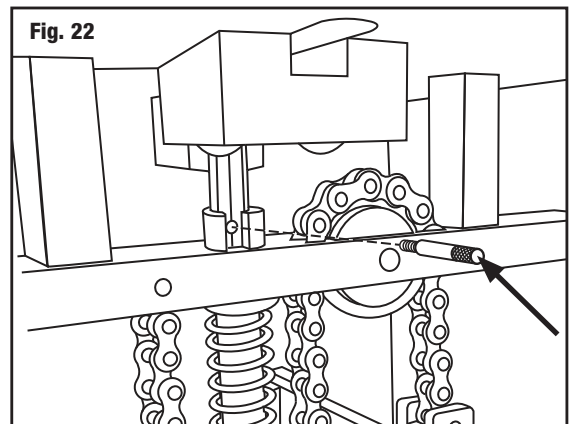

Fig. 22
2. Aparte el pivote de empuje, bajando la palanca hasta la mitad y desapretando el pivote. **(Fig. 22)**
2. Entfernen Sie den Schiebestift, indem Sie den Hebel halb durchdrücken und den Stift abschrauben. **(Abb. 22)**